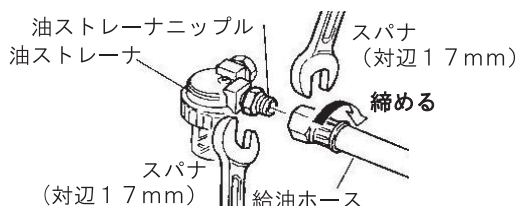

図3-1-1-A 給油ホース取付け方法
1. 給油ホースを油ストレーナニップルにそれぞれスパナ掛けて確実に接続してください（図3-1-1-A参照）。